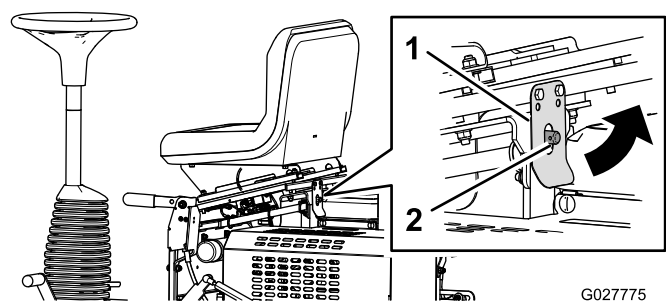

Figura 20
2. Tire hacia atrás del enganche del asiento e incline el asiento hacia adelante (**Figura 20**).